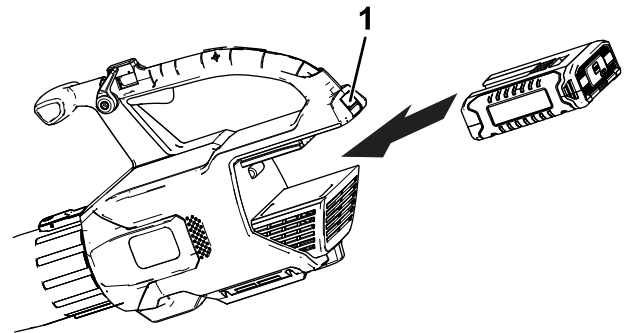

Figure 4
2. Alignez le creux de la batterie sur la languette dans le corps de la poignée, saisissez la poignée et poussez la batterie à l'intérieur jusqu'à ce que le verrou s'enclenche en position (Figure 4).